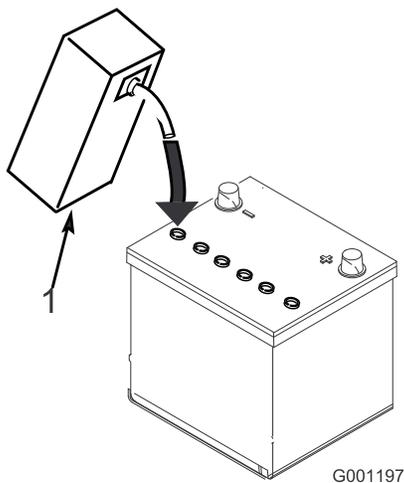

Bild 5
5. Füllen Sie vorsichtig in jede Zelle Elektrolyt ein, bis die Platten ungefähr mit 6 mm Flüssigkeit bedeckt sind (Bild 5).